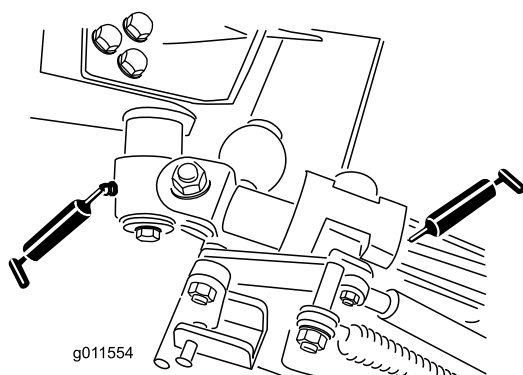

Figura 44
- 2 casquillos de pivote de leva acodada (Figura 44)
- 4 casquillos de los brazos traseros (Figura 44)